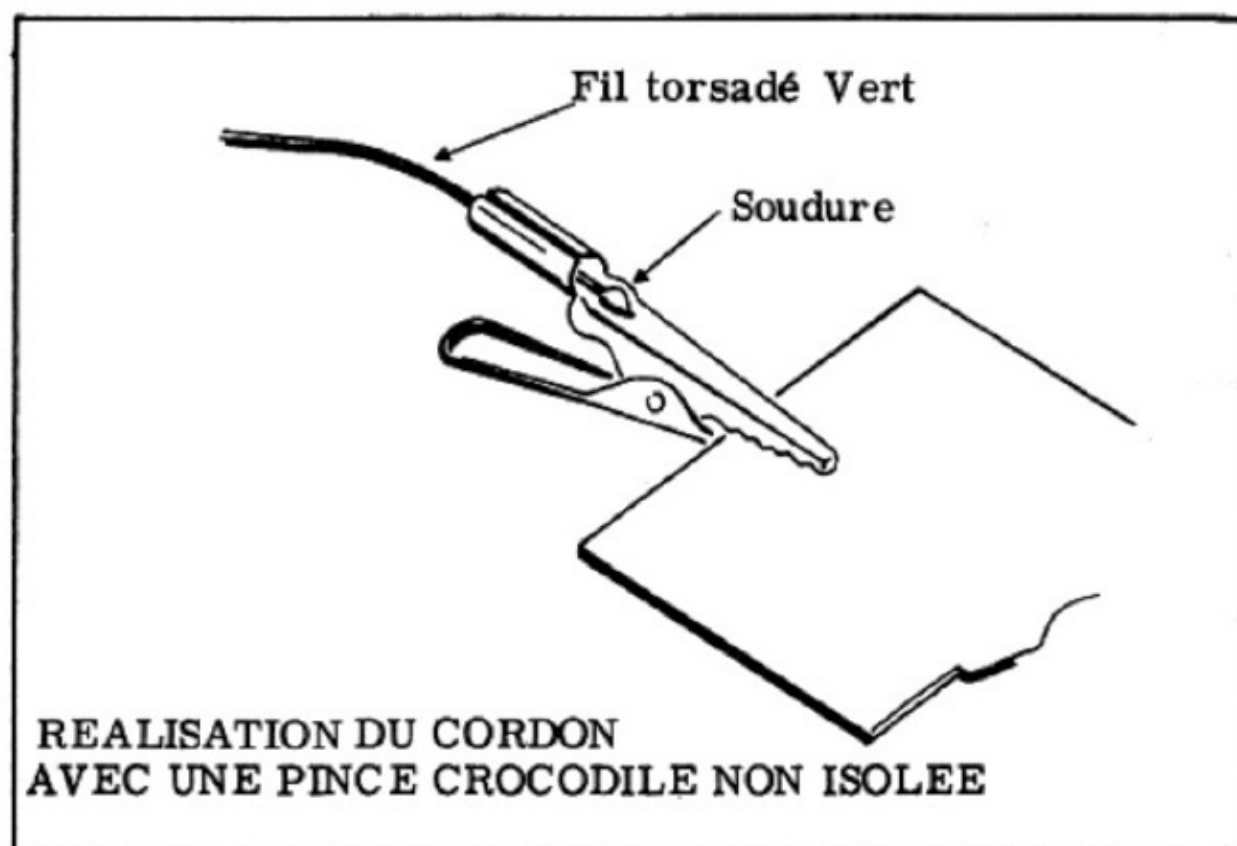

Figure 17
b) Coupez un morceau de fil souple vert de 20 cm. et soudez une de ses extrémités à une pince crocodile non isolée, c'est-à-dire que le bout de la pince n'est pas gainé de plastique. Pour effectuer la soudure, maintenez par la pince crocodile un bout de carton et étamez soigneusement le point où vous devez souder le morceau de fil (*figure 17*).